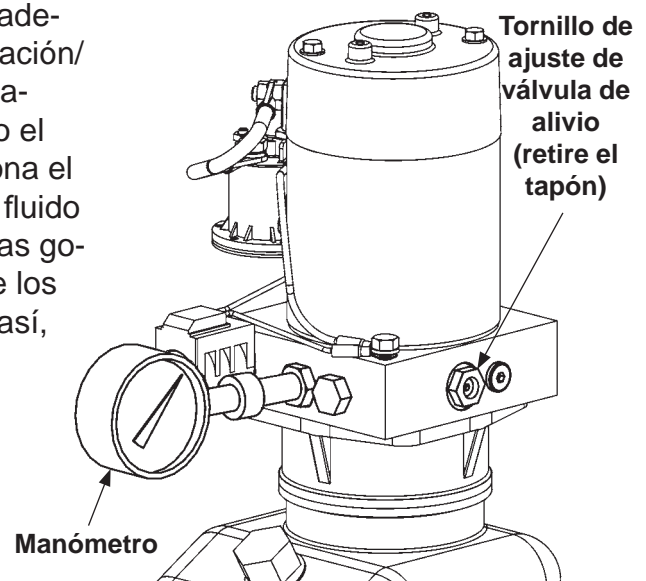

FIG. 35-2
3. Con la plataforma sobre el suelo, retire la manguera de presión y conector de la bomba, reemplácelos con un manómetro de rango 0-4000 psi de presión. Empuje el interruptor de control en la posición "ARRIBA". Ajuste la válvula de alivio al lado de la bomba hasta que el manómetro marque 3250 psi (**FIG. 35-2**). Retire el manómetro y vuelva a instalar la manguera.